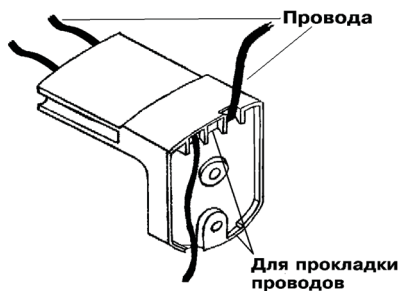

Рисунок 4
3. Удалите в кронштейне заглушки, образовав каналы, которые будут использоваться для прокладки проводов. Провода пропустите через каналы кронштейна и закрепите кронштейн в выбранном месте на стене (рисунок 4).